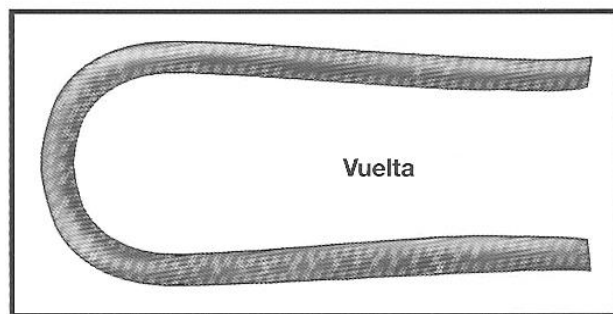

Figura 6.14 Vuelta
- La *vuelta* se forma doblando sencillamente la cuerda mientras los lados siguen paralelos (véase la figura 6.14).